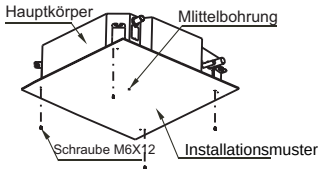

Abb. 5-8
- 2 Nach der Montage des Gerätekörpers legen Sie die Papiereinbauschablone mit den Schrauben (M6 x 12) auf das Gerät, um die Größen und Positionen des offenen Lochs in der Decke vorab zu bestimmen. (siehe Abb. 5-8).